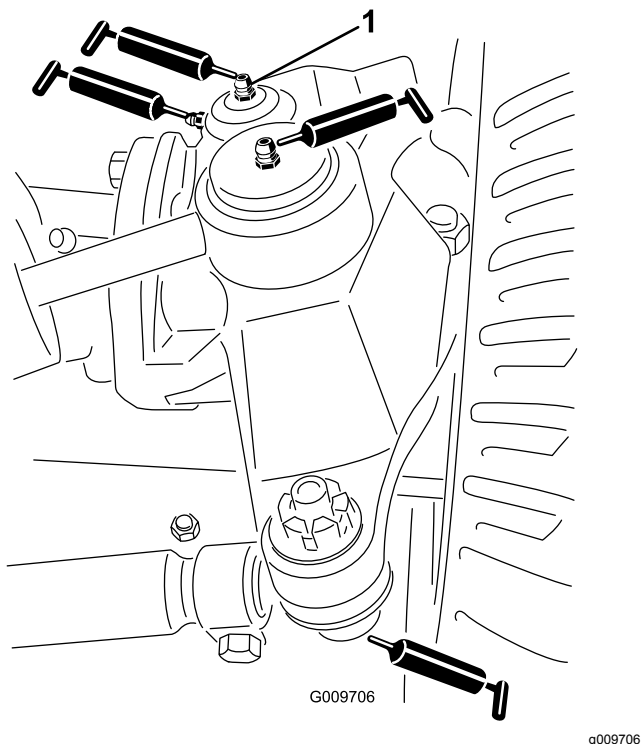

Figure 43
- Rotules de vérin de direction (2) (Figure 43)
- Rotules de biellettes (2) (Figure 43)
- Bagues de pivots de fusées (2) (Figure 43). **Le graisseur supérieur du pivot de fusée ne doit être lubrifié qu'une fois par an (2 injections de graisse).**